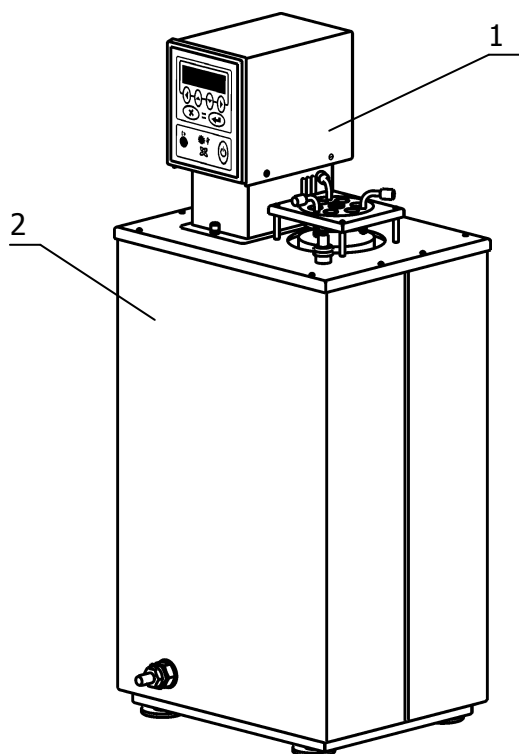
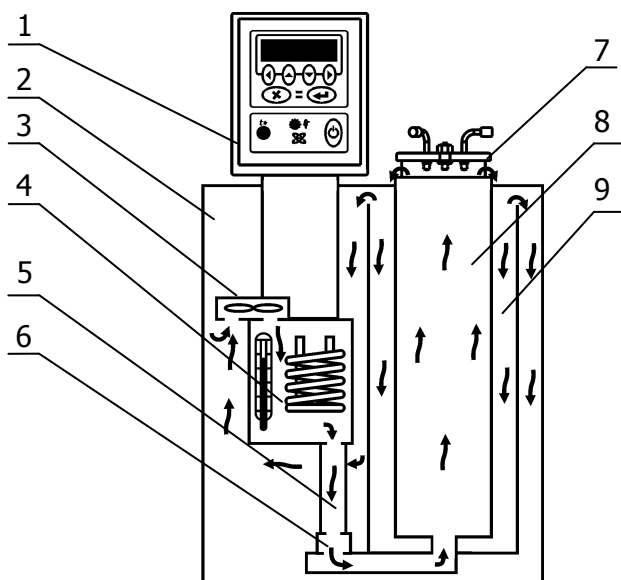

Рисунок 1 — Внешний вид термостата
Рисунок 2 — Устройство термостата
1.4.2 Конструкция термостата состоит из блока регулирования температуры 1 и корпуса 2 (рисунок 1), внутри которого расположены: основная 2, рабочая 8 и дополнительная 9 ванны (рисунок 2). В основной ванне 2 расположены блок регулирования 1 с выходной 5 трубкой и соединительная муфта 6 (рисунок 2).
1.4.3 Работа термостата заключается в поддержании заданной температуры циркулирующего теплоносителя и обеспечении равномерного температурного поля в рабочей ванне 8. Циркуляция теплоносителя обеспечивается центробежным насосом 3 (рисунок 2), расположенным в блоке регулирования температуры.
1.4.4 Поддержание заданной температуры теплоносителя посредством нагрева осуществляется блоком регулирования температуры 1 (рисунок 1). Управление режимами регулирования температуры теплоносителя описано в документе «ТКЛШ 3.222.009-15 РЭ. Блок регулирования температуры погружной циркуляционный «М15».
1.4.5 Циркуляционный насос 3 блока регулирования температуры 1 забирает теплоноситель из основной ванны 2 и нагнетает его в резервуар 4 с нагревателем и датчиком температуры. В резервуаре температура теплоносителя регулируется и далее, через выходную трубку 5, вставленную в муфту 6, теплоноситель поступает в рабочую ванну 8, затем переливом — в дополнительную ванну 9 (рисунок 2). Благодаря этому происходит теплообмен между основной и рабочей ваннами и поддержание заданной температуры теплоносителя, а также, обеспечивается постоянный уровень теплоносителя в рабочей ванне, позволяющий снимать показания стеклянных термометров полного погружения.